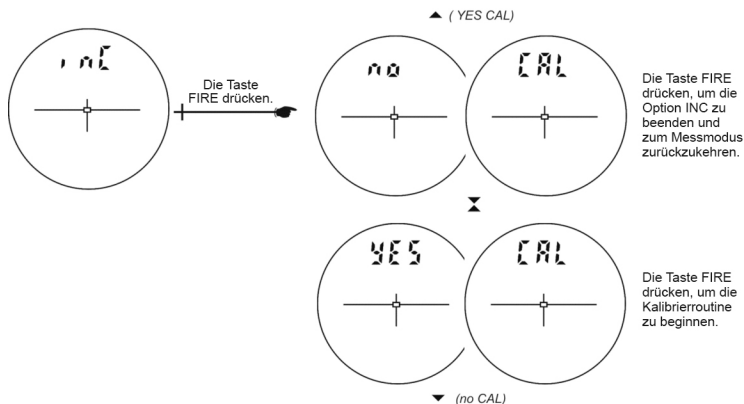

Abbildung 14
3. Drücken Sie , um die Option „inC“ auszuwählen. Die Meldung „no“ „CAL“ erscheint auf der Hauptanzeige und die Anzeige sollte so ähnlich wie im Beispiel in Abbildung 14 aussehen.